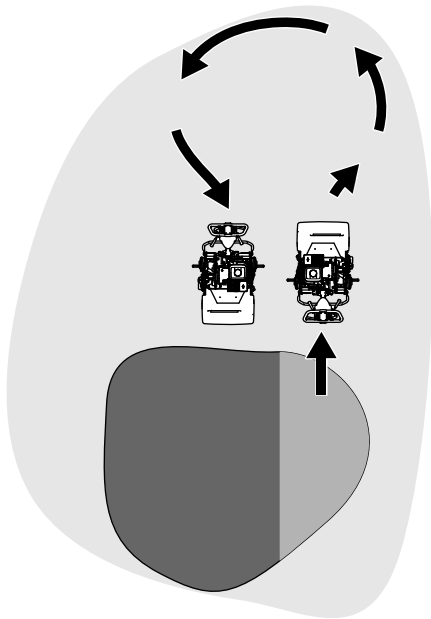

Figura 16
- Gire la máquina fuera del green, elevando el molinete (empujando el manillar hacia abajo) y realizando un giro en forma lágrima sobre el tambor de tracción (Figura 16).
1. Localice la palanca de engranaje de la tracción en la caja de engranajes de la transmisión (Figura 16).